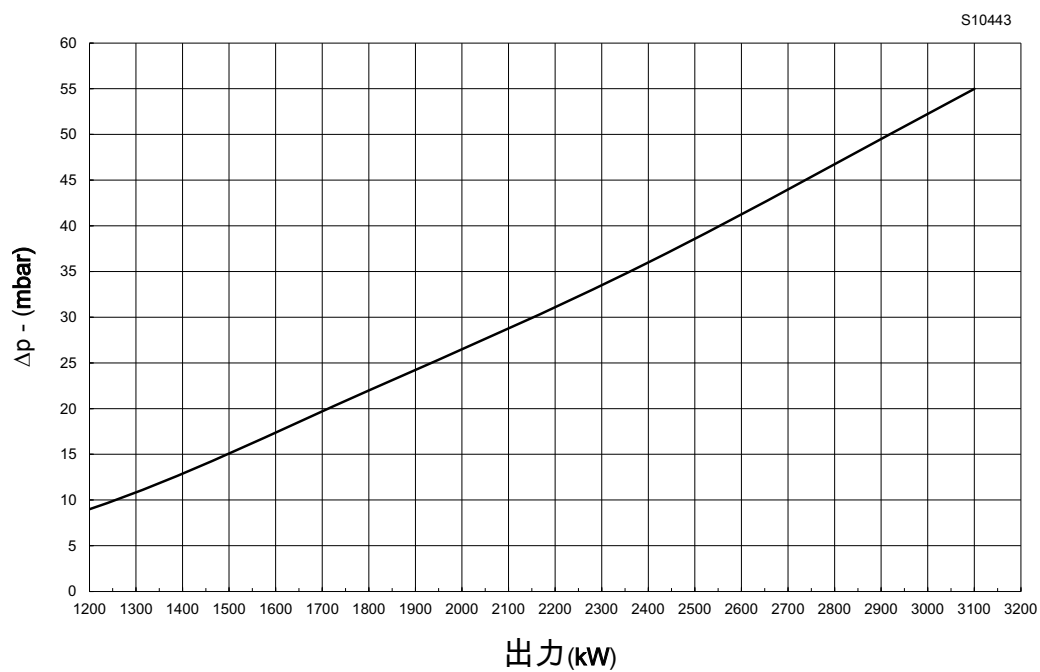
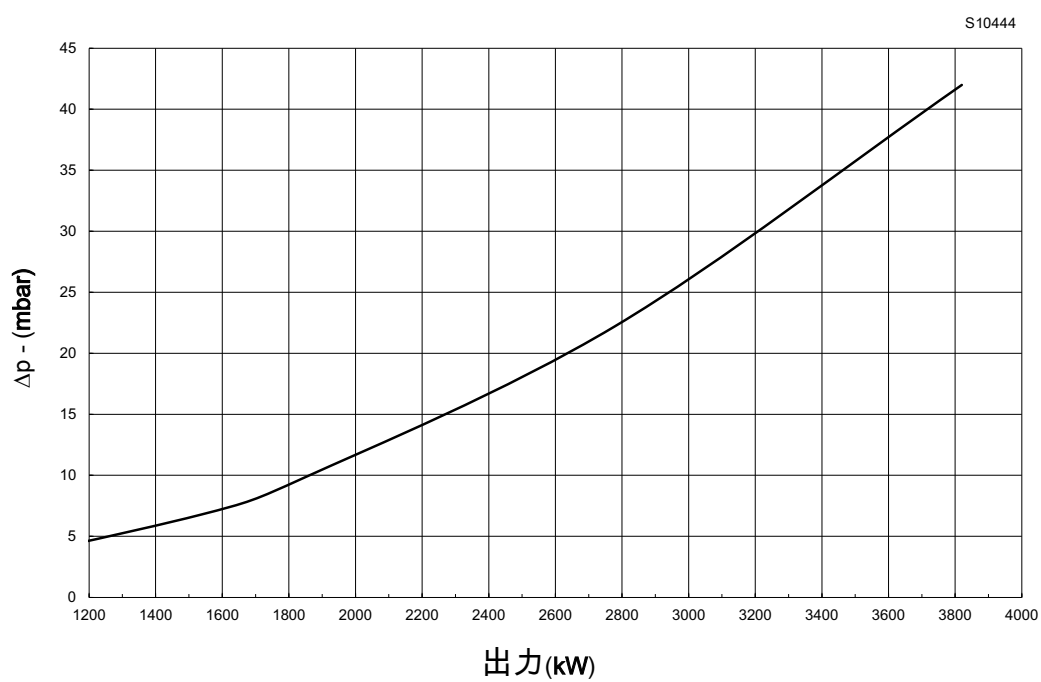
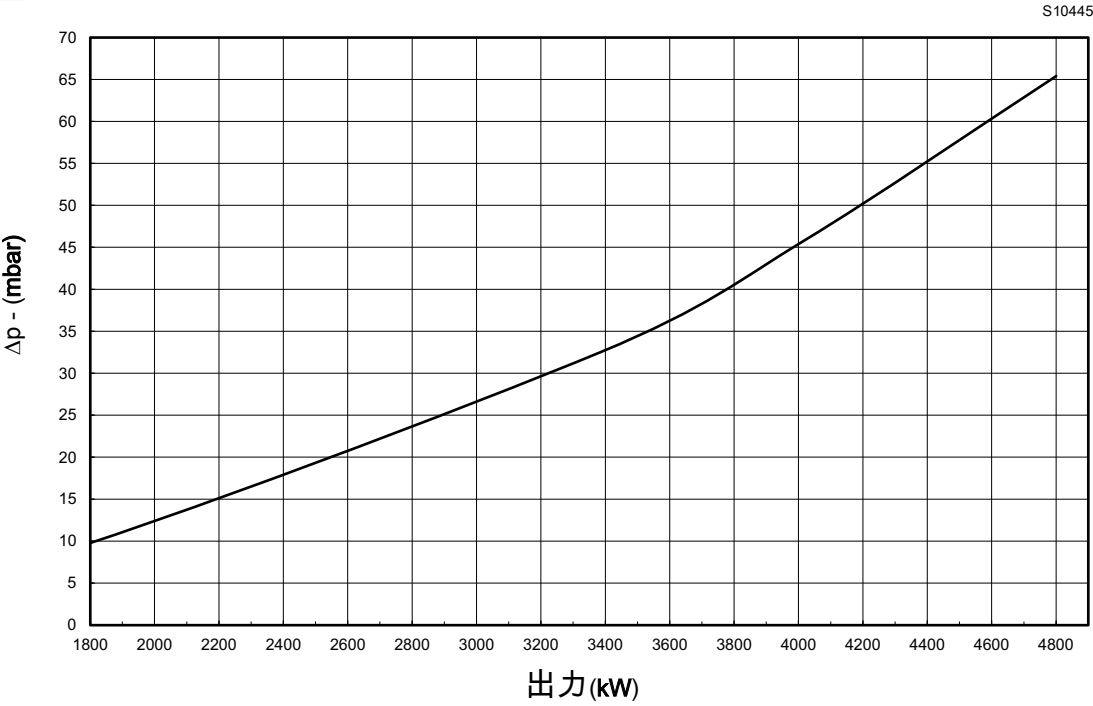
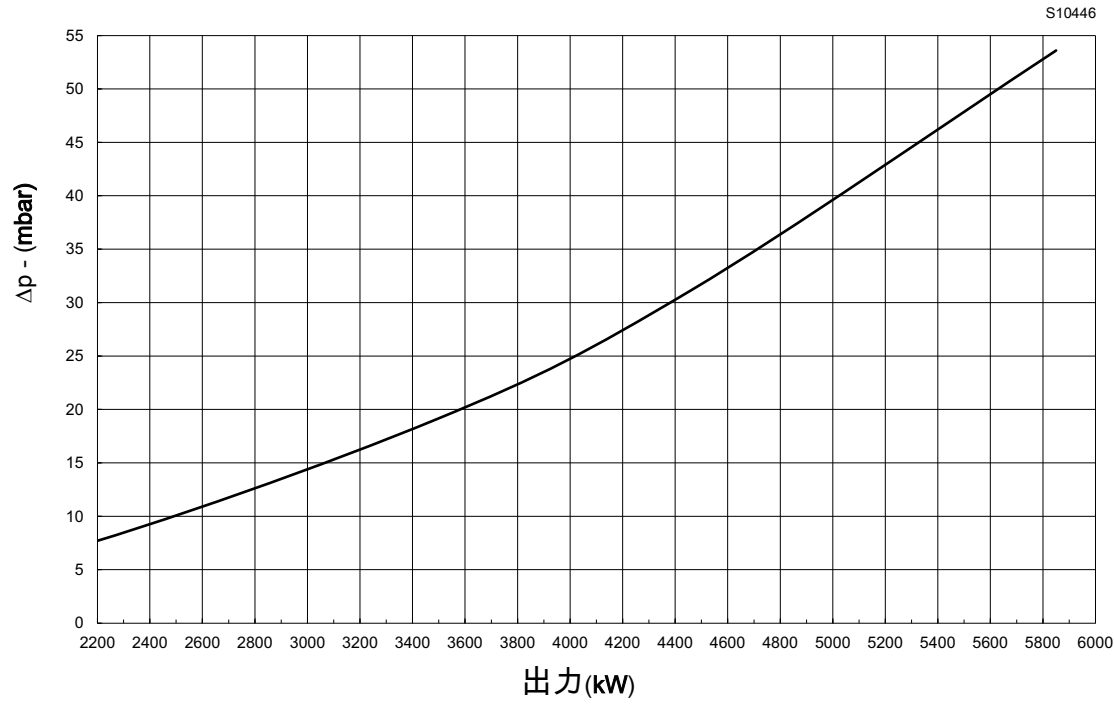

图 28
图 29
图 30
图 31
- 输入 mbar 刻度 (图 28, 图 29, 图 30, 图 31) 并通过读取在线读取相应的输
- 为相关燃烧器找到最接近的输出值 (图 28, 图 29, 图 30, 图 31)。